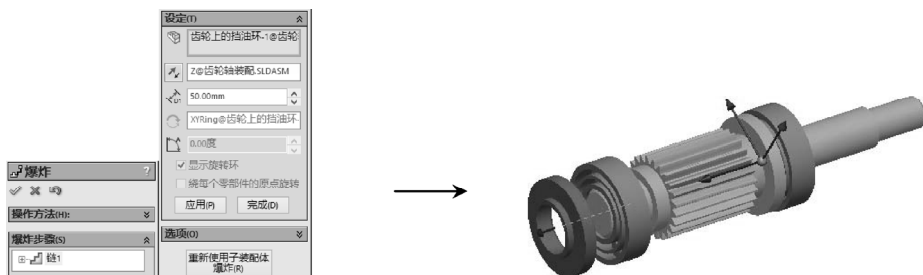

图 5-62 在爆炸视图中设置零部件的具体移动距离
STEP 1 打开本文提供的素材文件“齿轮轴装配.sldasm”,单击“装配”工具栏中的“爆炸视图”按钮,选择左侧“齿轮上的挡油环”,选择坐标系 Z 轴设置其爆炸方向,设置爆炸距离为 50mm,单击“应用”按钮,再单击“完成”按钮,如图 5-62 所示。